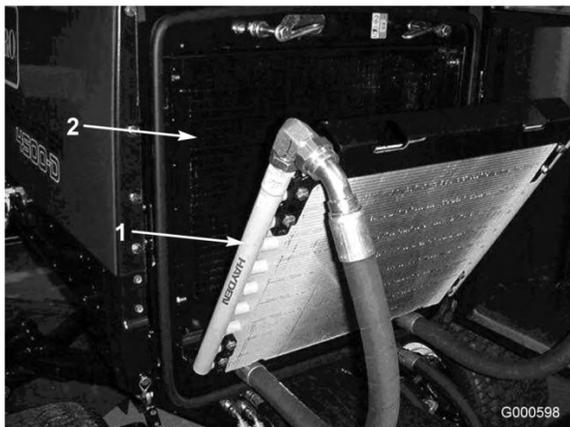

Figura 53
3. Gire el enfriador hacia atrás. Limpie a fondo ambos lados del enfriador de aceite y la zona del radiador (Figura 53) con aire comprimido. Empezando en la parte delantera, soplo los residuos hacia la parte trasera. Luego, limpie desde atrás, soplando los residuos hacia adelante. Repita este procedimiento varias veces hasta eliminar todos los residuos